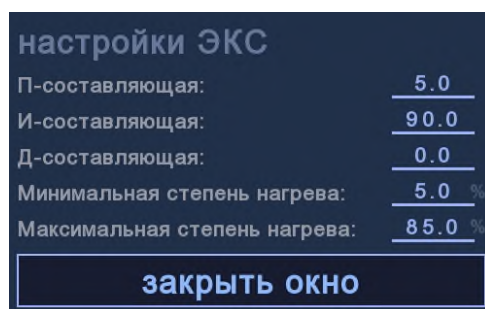

Рисунок 15 – Окно параметров «ЭКС»
- *Электронагреватель (ЭКС)* – в данном окне (рисунок 15) можно задать минимальное значение мощности параметром «Мин. мощность», максимальное значение мощности параметром «Макс. мощность», а также настроить П, И и Д составляющие для настройки ПИД-регулятора (подробно о том, как настроить ПИД-регулятор указано в пункте 1.4). Электрический нагреватель в зависимости от технического задания может работать как на нагрев, так и на осушение (при выполнении функции нагрева регулирование осуществляется по показаниям канального датчика температуры, а при выполнении функции осушения регулирование осуществляется по показаниям датчика влажности).